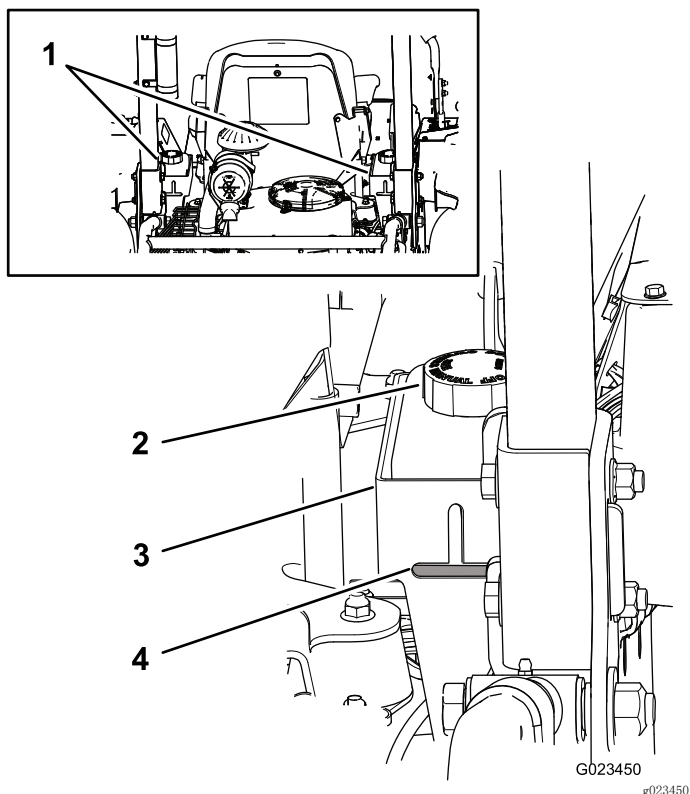

图17
机器的两个液压油箱在出厂时已加满高品质液压油。检查液压油的最好时间是液压油冷却时。机器应处于行走配置中。如果液压油油位低于液压油箱（图17）背面的观察窗口水平部分的顶部，请添加液压油，直至液压油油位达到可接受的油位。**切勿将油箱加得过满。**如果液压油油位位于观察窗口水平部分的顶部，则无需添加。推荐的替代液压油为：
注意：液压油油位应达到每个开口的底部，如图17 中所示。
- 清洁液压油箱盖周围的区域，防止杂物进入系统（图17）。